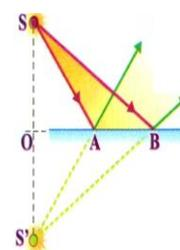

Рис. 1.
1. Плоское зеркало – оптический прибор с плоской отражающей поверхностью. Чтобы построить изображение точки в плоском зеркале, достаточно продолжить отраженные лучи до их пересечения или отложить от зеркальной плоскости в противоположную сторону по перпендикуляру расстояние S' , равное расстоянию S до предмета (рис. 1).